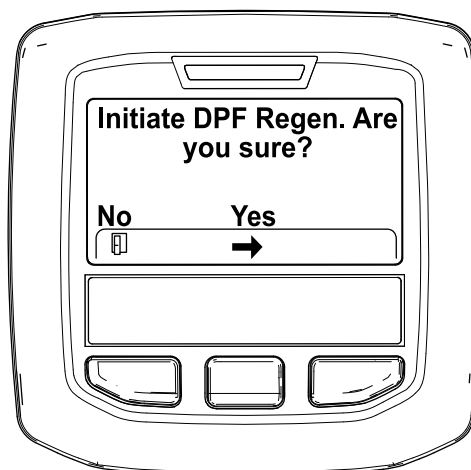

Bild 31
4. Wenn die Meldung „Initiate DPF Regen. Are you sure?“ angezeigt wird, drücken Sie die mittlere Taste (Bild 31).